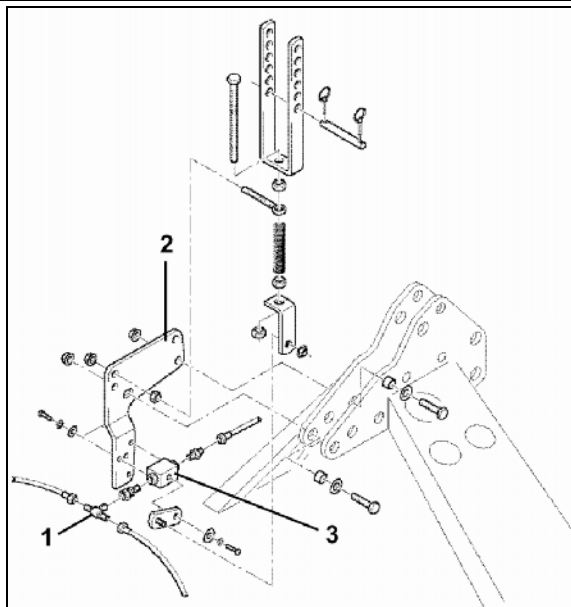

Fig. 53
4. Skru hydraulikslangen ved T-tilslutningsstykket (Fig. 53/1) fra hinanden.
5. Skru ventilholderen (Fig. 53/2) fast på jordbearbejdningsmaskinens øverste koblingspunkt.
6. Skru hydraulikslangerne fast på ventilen (Fig. 53/3), træk hydraulikslangen hen til traktoren og tilslut den ved en enkeltvirkende styreventil.